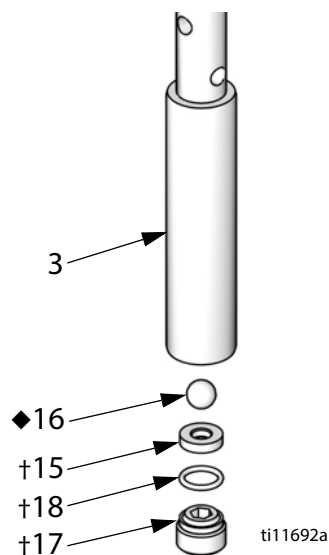

Рис. 5. Замена поршневого шара и седла.
13. Удалите уплотнительное кольцо (18†), седло (15†) и шар (16♦). См. Рис. 5.